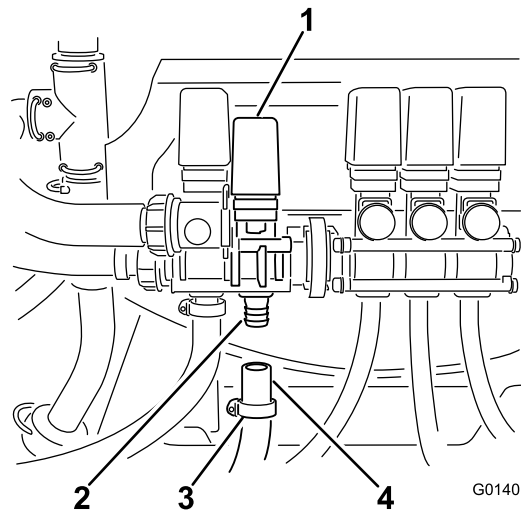

Figura 27
- 4. Coloque una abrazadera abierta sobre el extremo abierto de la manguera (Figura 27).